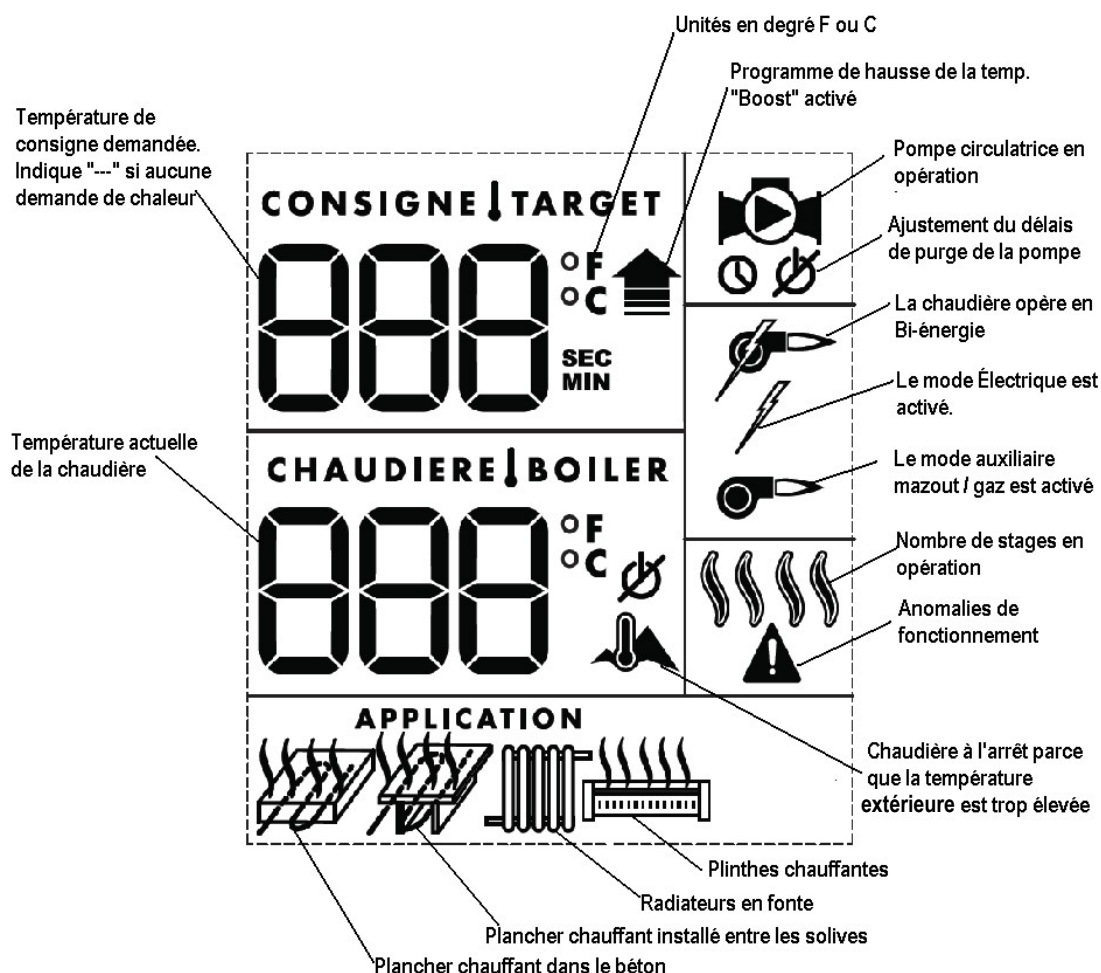

Figure 17 : Interface du contrôleur UltraSmart
- Activer la fonction bi-énergie du contrôleur en ouvrant le panneau d'accès au compartiment électrique de la chaudière. Retirer la vis localisée au bas du contrôleur; soulever la partie du dessus de contrôleur. Vous trouverez à l'arrière du contrôleur un commutateur « **ELECT** --- **Bi-Energ** ». Positionner le commutateur à « **Bi-Energ** » voir la fig. 17.